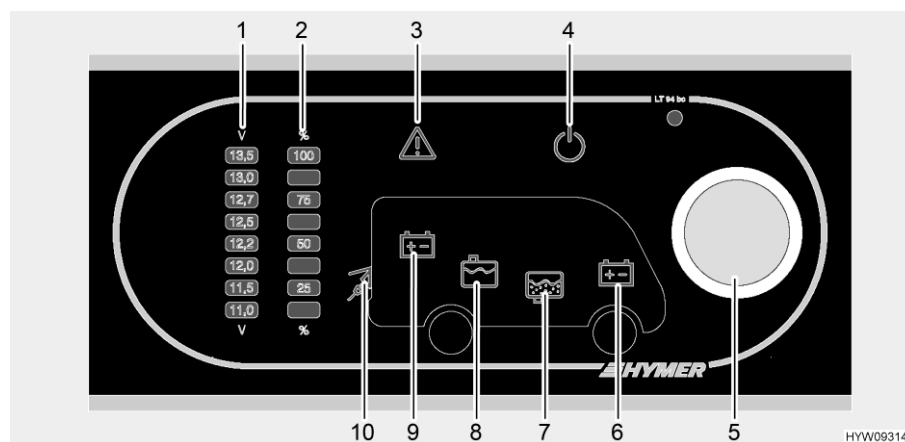

Bild 95 Panel (LT 94)
Med vridknappen (Bild 95,5) kopplas panelen och bodelens 12 V-försörjning till eller från.
Slå på: ■ Tryck på vridknappen (Bild 95,5): 12 V-försörjningen för bodelen är påslagen. 12 V-kontrolllampan (Bild 95,4) lyser.
Slå från: ■ Tryck på vridknappen (Bild 95,5): 12 V-försörjningen för bodelen är avstängd. 12 V-kontrolllampan (Bild 95,4) slocknar.
Med vridknappen (Bild 95,5) kan både spänningen av bodelsbatteriet och spänningen av startbatteriet avläsas. Spänningen visas på visarskalan för batterispänning (Bild 95,1).
Indikeringar: ■ Vrid vridknappen (Bild 95,5) tills symbolen av batteriet som ska avläsas lyser.
Bodelsbatteriets spänning visas (Bild 95,9)
Startbatteriets spänning visas (Bild 95,6)
- Spänningen avläses på visarskalan batterispänning (Bild 95,1).
Med hjälp av vridknappen (Bild 95,5) kan såväl nivån i vattentanken som i avloppstanken avläsas. Nivån visas på visarskalan för tanknivån (Bild 95,2).
- Vrid vridknappen (Bild 95,5) tills symbolen av tanken vars nivå ska avläsas lyser.
Vattentankens nivå visas (Bild 95,8)
Avloppstankens nivå visas (Bild 95,7)
- Nivån visas på visarskalan för tanknivån (Bild 95,2).
Varningslampan alarm (Bild 95,3) blinkar, så snart som definierade gränsvärden överskrids eller underskrids.
Varningslampan alarm (Bild 95,3) blinkar, batteriets spänning är under 11 V. Om 12 V-försörjningen är påkopplad, lyser dessutom resp. batterisymbol upp (Bild 95,6 eller 9), och displayen "11,0" på visarskalan batterispänning (Bild 95,1) blinkar. Snart djupurladdning.
Varningslampan alarm (Bild 95,3) blinkar och resp. tanksymbol (Bild 95,7 eller 8) lyser upp, så snart som vattentanken eller avloppstanken är full.
230 V-kontrollampa (Bild 95,10) lyser när nätspänningen ligger på el-blockets ingång.